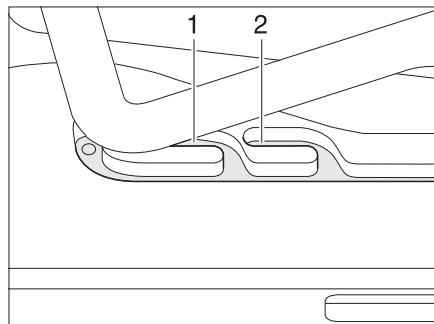
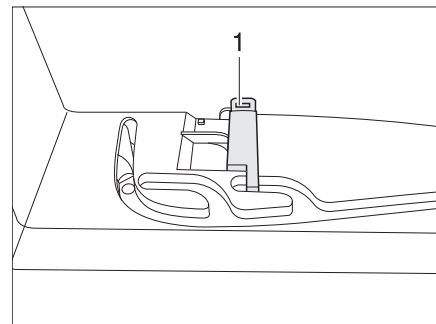

Bild 68 Heki-Dachhaube in Lüftungsstellung
Bild 69 Verriegelung Lüftungsstellung
Die Heki-Dachhaube kann in zwei Lüftungsstellungen gebracht werden: Schlechtwetterstellung (Bild 68,1) und Mittelstellung (Bild 68,2). Je nach Modell kann die Dachhaube in der Mittelstellung mit dem Riegel (Bild 69,1) verriegelt werden.
- Den Bügel leicht nach oben drücken und in die gewählte Führung (Bild 68,1 oder 2) schieben und ggf. verriegeln.